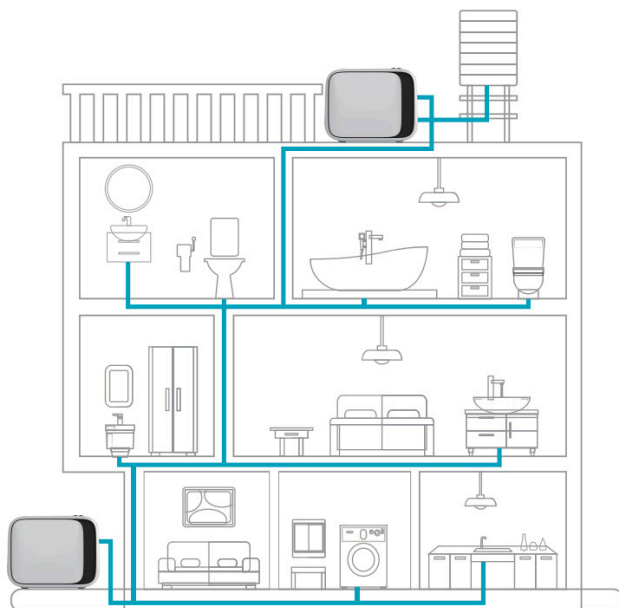

Рисунок 3 - Схема установки насосных станций серии TBOX.
- Пожалуйста, правильно подсоедините впускной и выпускной патрубки (рисунок 3);